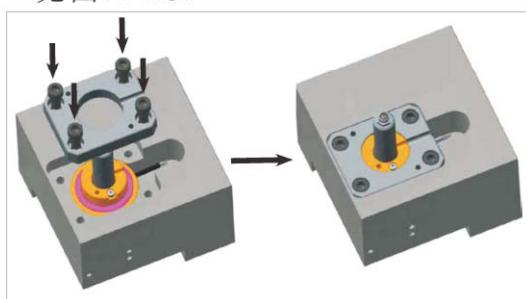

图11-25 连接定制支撑板
6. 用四个内六角螺钉将定制支撑板连接到分流板型腔板上。拧紧至 72Nm (53 ft-lb)。见图11-25。